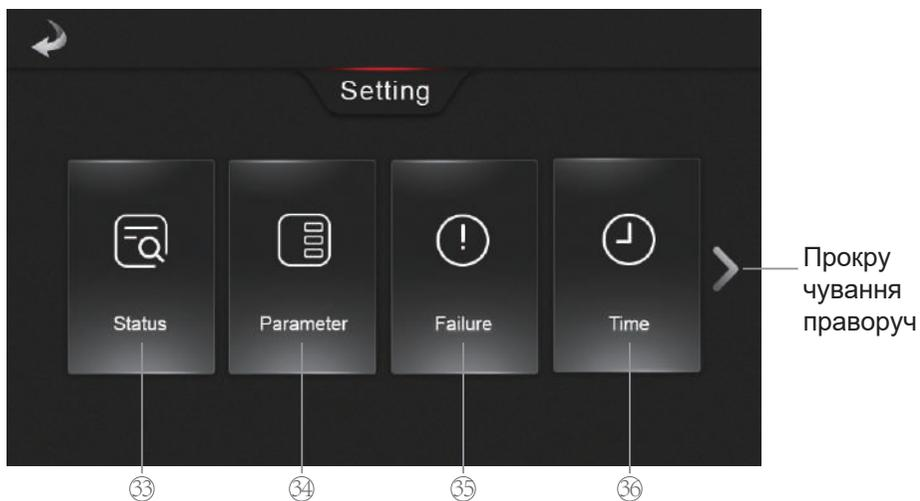
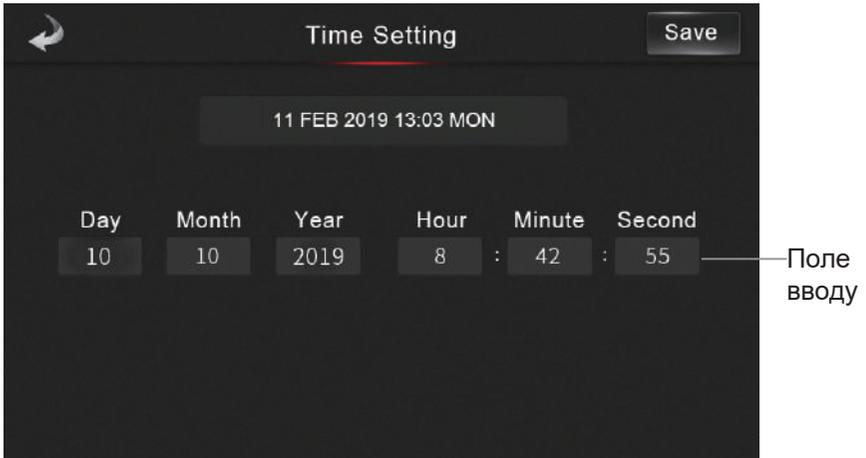

Рис. 9 Інтерфейс налаштувань
Рис.16 Інтерфейс налаштування часу
У головному інтерфейсі натисніть кнопку налаштування⑥, щоб перейти до інтерфейсу налаштування (рис. 9).
В інтерфейсі налаштувань (рис. 9) натисніть кнопку «Стан», щоб перейти до інтерфейсу «Стан».
Коли виникає збій, значок  блимає в головному інтерфейсі. В інтерфейсі налаштувань (рис. 9) натисніть кнопку Failure (35), щоб перейти до інтерфейсу Failure Record для запиту поточних записів про несправності (рис. 14).
В інтерфейсі налаштувань (рис. 9) натисніть кнопку «Time» (36), щоб перейти до інтерфейсу налаштувань часу (рис. 16), клацніть поле введення та введіть час, натисніть « Save », щоб зберегти налаштування.